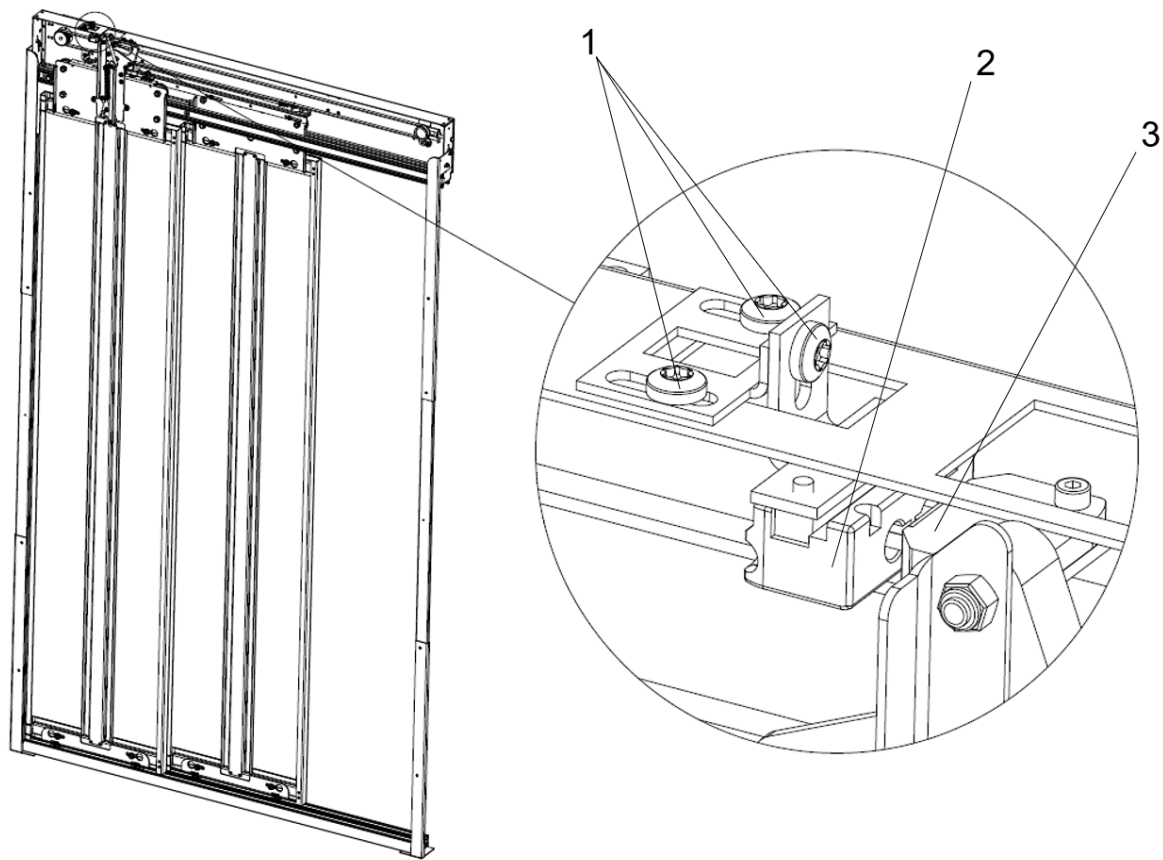

Fig. 45 Justering av säkerhetsbrytaren
1. Kontrollera säkerhetsbrytarens kontaktdelar (2) (3) visuellt så att de löper mjukt i och ur varandra, se Fig. 45.
2. Justera säkerhetsbrytarens handel (2) genom att lossa skruvarna (1) som håller den. Dra åt skruvarna på nytt.